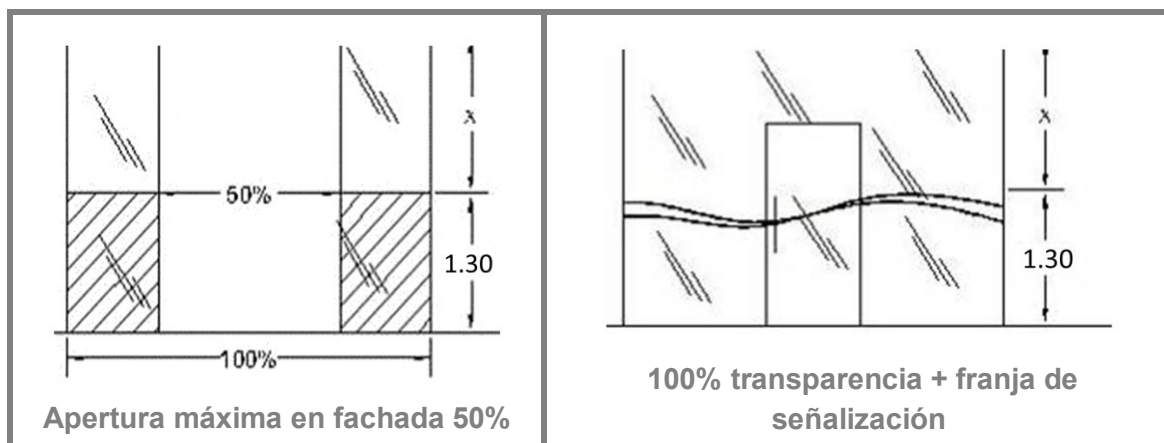

Fig. 1: accesos y fachadas
- Para el acceso se debe considerar como máximo el 50% del frente, en 2 puertas protex de 90 cm. Cada hoja, sin perfiles, bordes o uniones de otro material. [fig.1]